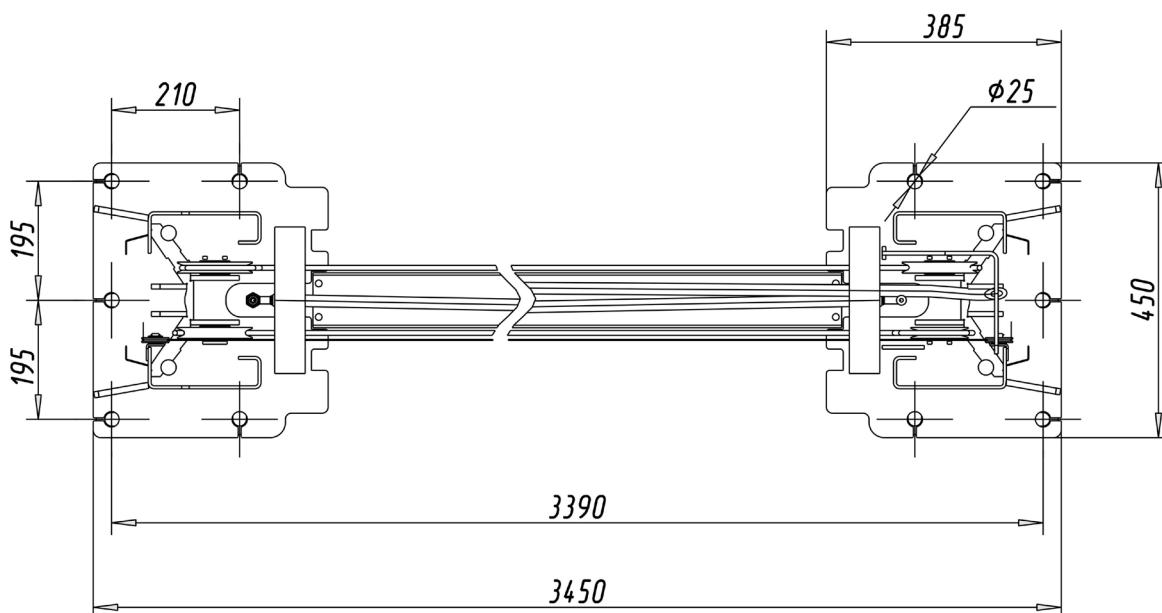

Рисунок 6.1 - Схема оборудования фундамента
6.3 На готовый фундамент (Рисунок 6.1) установить стойки. Отклонение стоек от вертикали не должно превышать 5 мм. Регулировку производить подкладками под основания стоек, с последующей заливкой зазоров цементным раствором бетона марки не ниже М350. Затянуть гайки крепления рамы и стоек с моментом затяжки не менее 100 Н·м.